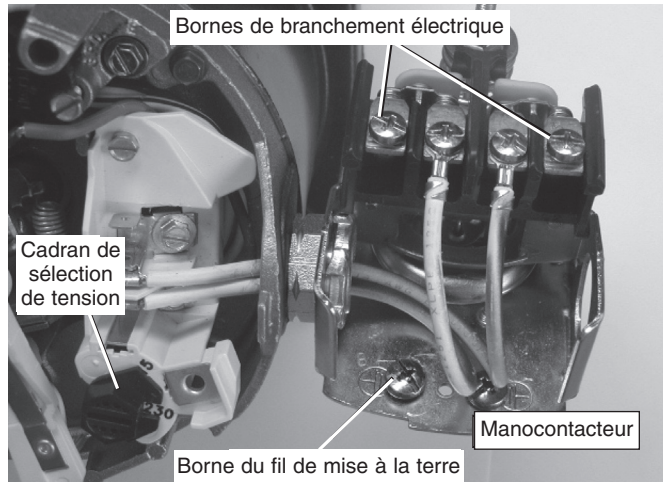

Figure 8 : Tension réglée à 230 volts sur sélecteur à cadran
3. Fixer les fils d'arrivée de courant aux deux vis extérieures du manostat (figure 8).
4. Relier le fil de terre aux bornes de raccord de mise à la terre (figure 8).
- 1 ° Brancher tout d'abord le fil de mise à la terre, comme il est illustré à la Figure 8. Le fil de mise à la terre doit être un fil de cuivre massif d'un diamètre au moins aussi gros que le diamètre des fils de tension.
- 4 ° Brancher les fils de tension sur le manostat, comme il est illustré à la Figure 8.